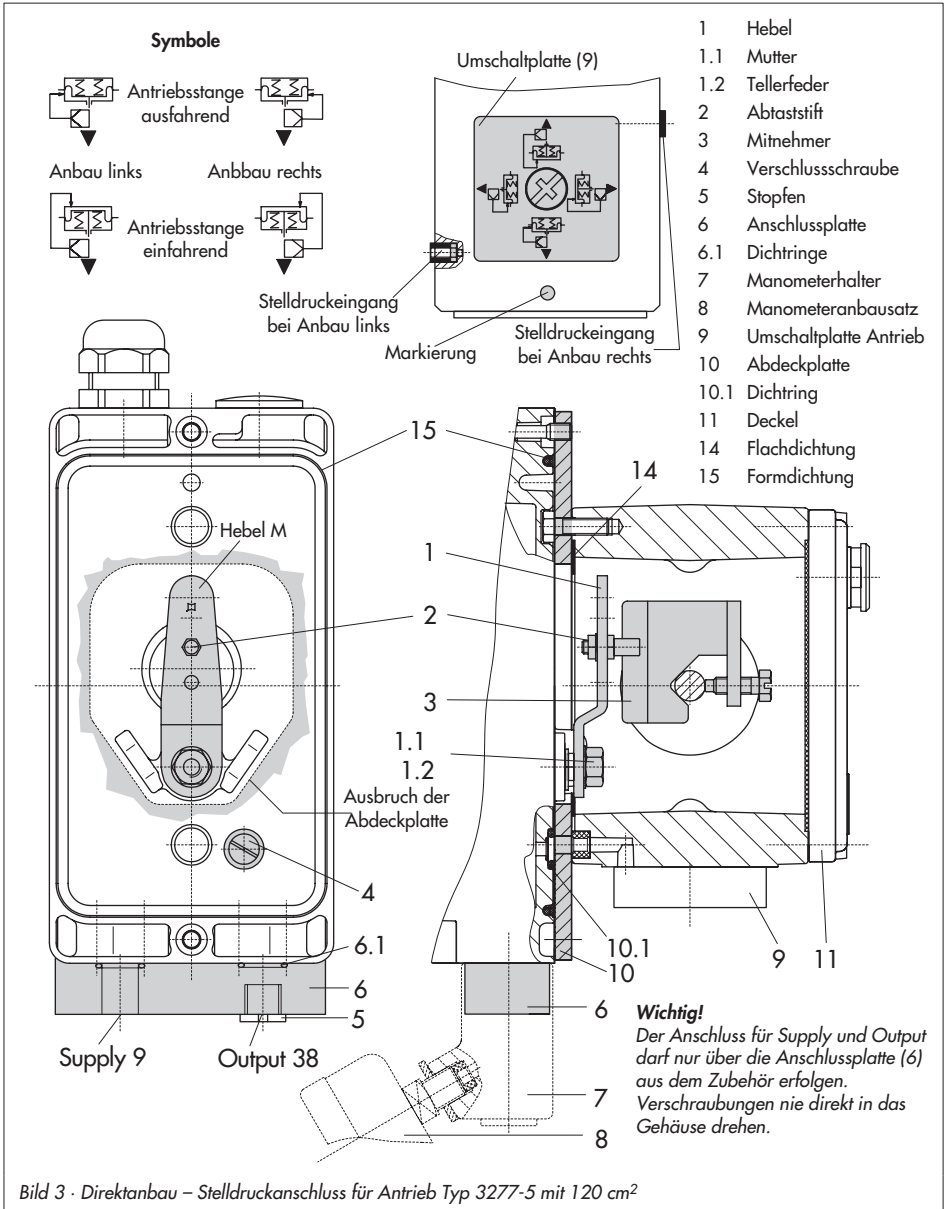

Bild 3 · Direktanbau – Stelldruckanschluss für Antrieb Typ 3277-5 mit 120 cm²
1. Anschlussplatte (6) oder Manometerhalter (7) mit Manometern am Stellungsregler montieren, auf richtigen Sitz der beiden Dichtringe (6.1) achten.
2. Verschlusschraube (4) auf der Stellungsreglerrückseite entfernen und den Stelldruckausgang "Output 38" an der Anschlussplatte (6) bzw. am Manometerhalter (7) mit dem Stopfen (5) aus den Anbauteilen verschließen.
3. Mitnehmer (3) an die Antriebsstange setzen, ausrichten und so festschrauben, dass die Befestigungsschraube in der Nut der Antriebsstange sitzt.
4. Abdeckplatte (10) mit schmaler Seite des Ausbruches (Bild 3 links) in Richtung zum Stelldruckanschluss befestigen, die aufgeklebte Flachdichtung (14) muss zum Antriebsjoch zeigen.
5. **Hub 15 mm:** Am Hebel **M** (1) auf der Stellungsreglerrückseite verbleibt der Abtaststift (2) auf Stiftposition **35** (Lieferzustand).